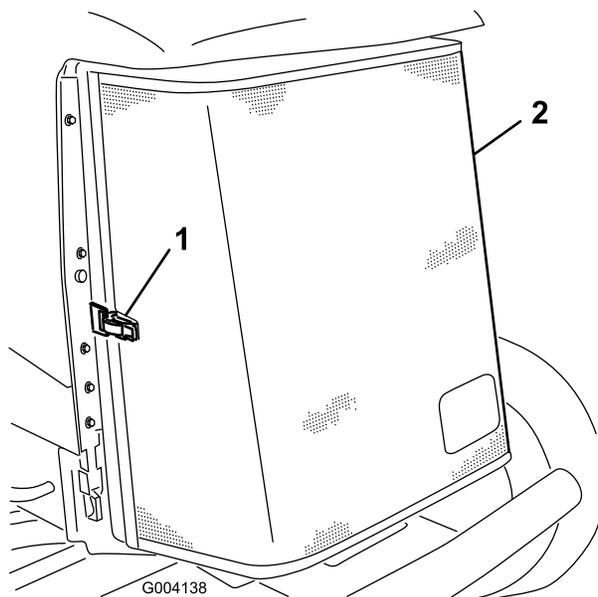

Figura 91
3. Sbloccate il morsetto e aprite la griglia posteriore (Figura 91).